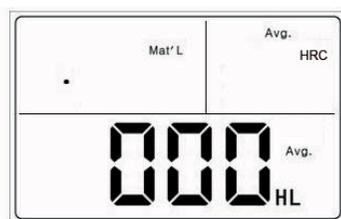

Fig.4.5
2) Se volete calibrare HRC, HRB, HB, HV, HSD, dovete tenere premuto il tasto **"Browse"** quindi premere il tasto **"Date/Time"**, in questo momento la scala che volete calibrare verrà visualizzata. (Fig.4.5)